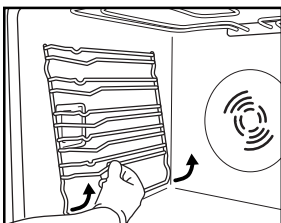

Fig. 3
1. Verwijder de zijroosters (fig. 3).
2. Verwijder de zijroosters, indien aanwezig (fig. 3)